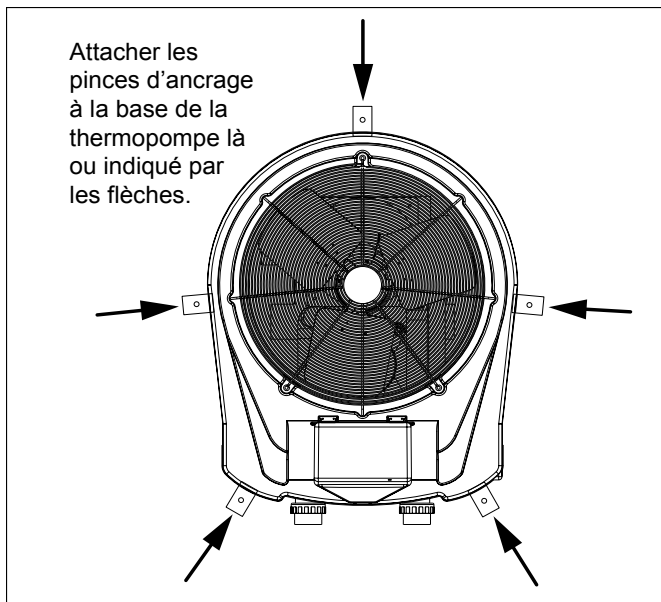

Figure 2. Positions des pinces d'ancrage
3. Placer les pinces à la base de la thermopompe dans les emplacements indiqués à la Figure 2.